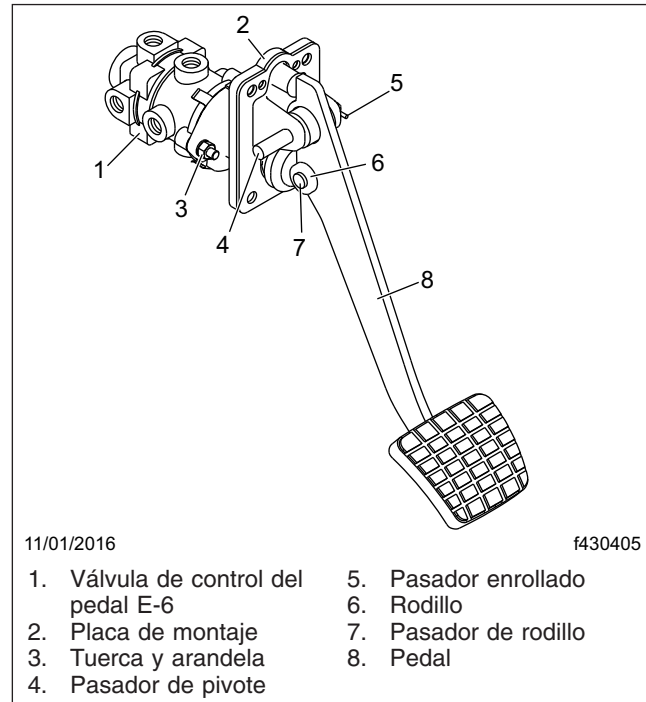

Figura 8, Ensamblaje de pedal del freno y válvula
2. Retire el pasador de rodillo del pasador de pivote del pedal de freno. Vea la **Figura 8**.